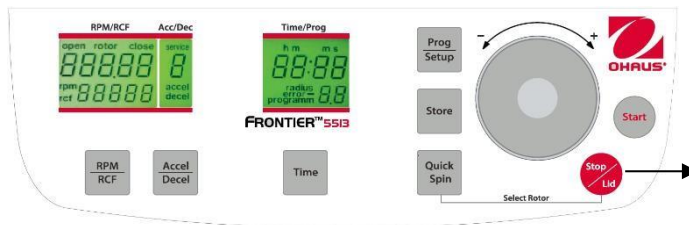

Figura. 25
Con el botón **"Stop/Lid"** (9) (vea la Figura 25) puede interrumpir la operación en cualquier momento. Después de presionar el botón, la centrífuga se desacelera con la intensidad preseleccionada en descenso hasta parar completamente. Después de que el rotor se haya detenido completamente, pulse la tecla "Stop/Lid" para abrir la tapa.